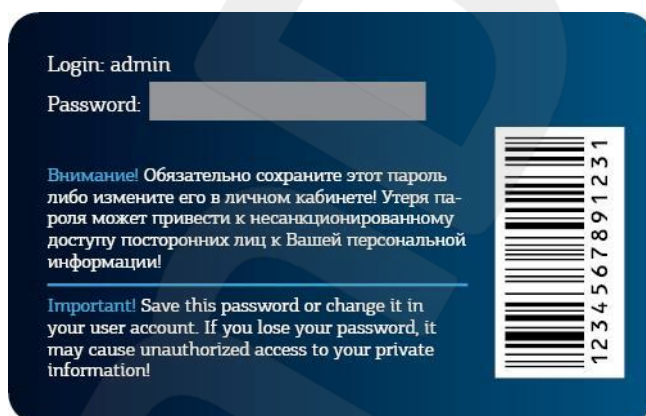

Рис. 3.1
**Карта регистрации** содержит информацию для регистрации камеры в Личном кабинете сервиса CamDrive (Рис. 3.1). Пароль скрыт под защитным слоем.